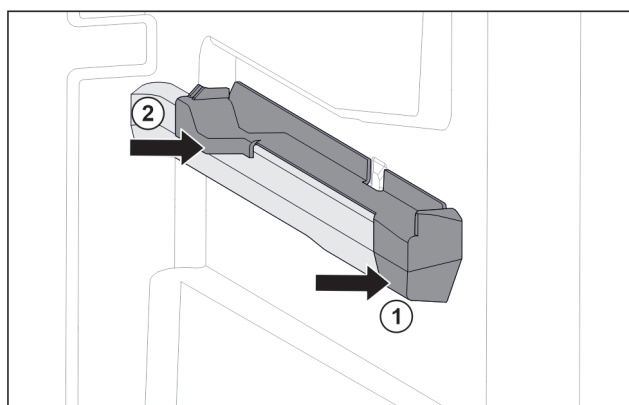

Fig. 132 Nasazovací díl na pravém žebrování na nádoby
- Nasadte nasazovací díl na žebrování na nádoby. Fig. 132 (1)
- Přitlačte nasazovací díl k zadní části. Fig. 132 (2)